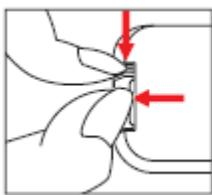

Рисунок 1
1. Откройте крышку электронного питания, смотрите рисунок 1.